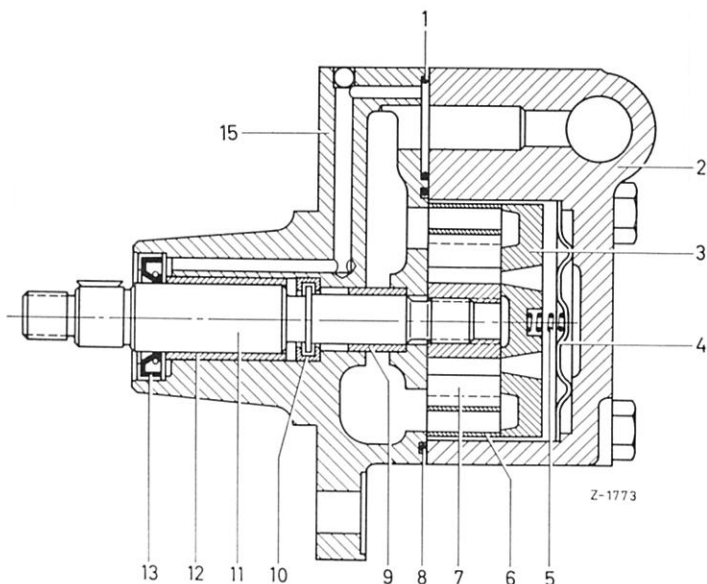

Bild 46–22/12
2 Auf einer Presse die Antriebswelle (11) aus dem Gehäusedeckel (15) herauspressen, dabei auf die beiden Schalenhälften (10) achten (Bild 46–22/12).